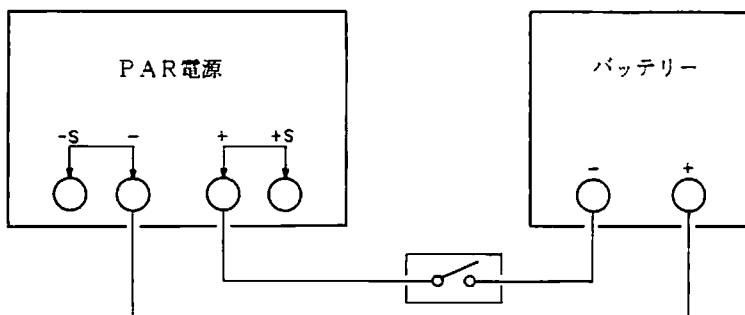

図9
- 1) OUTPUT・LEDが消灯していることを確認した上、図9のように本器と負荷（バッテリー）を接続してください。